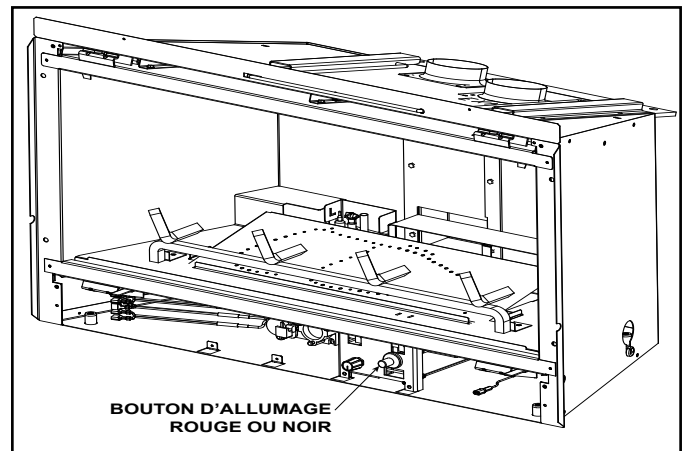

Figure 2.4 Bouton d'allumeur
- L'allumage à veilleuse permanente est doté d'un bouton d'allumeur rouge ou noir (voir la Figure 2.4).